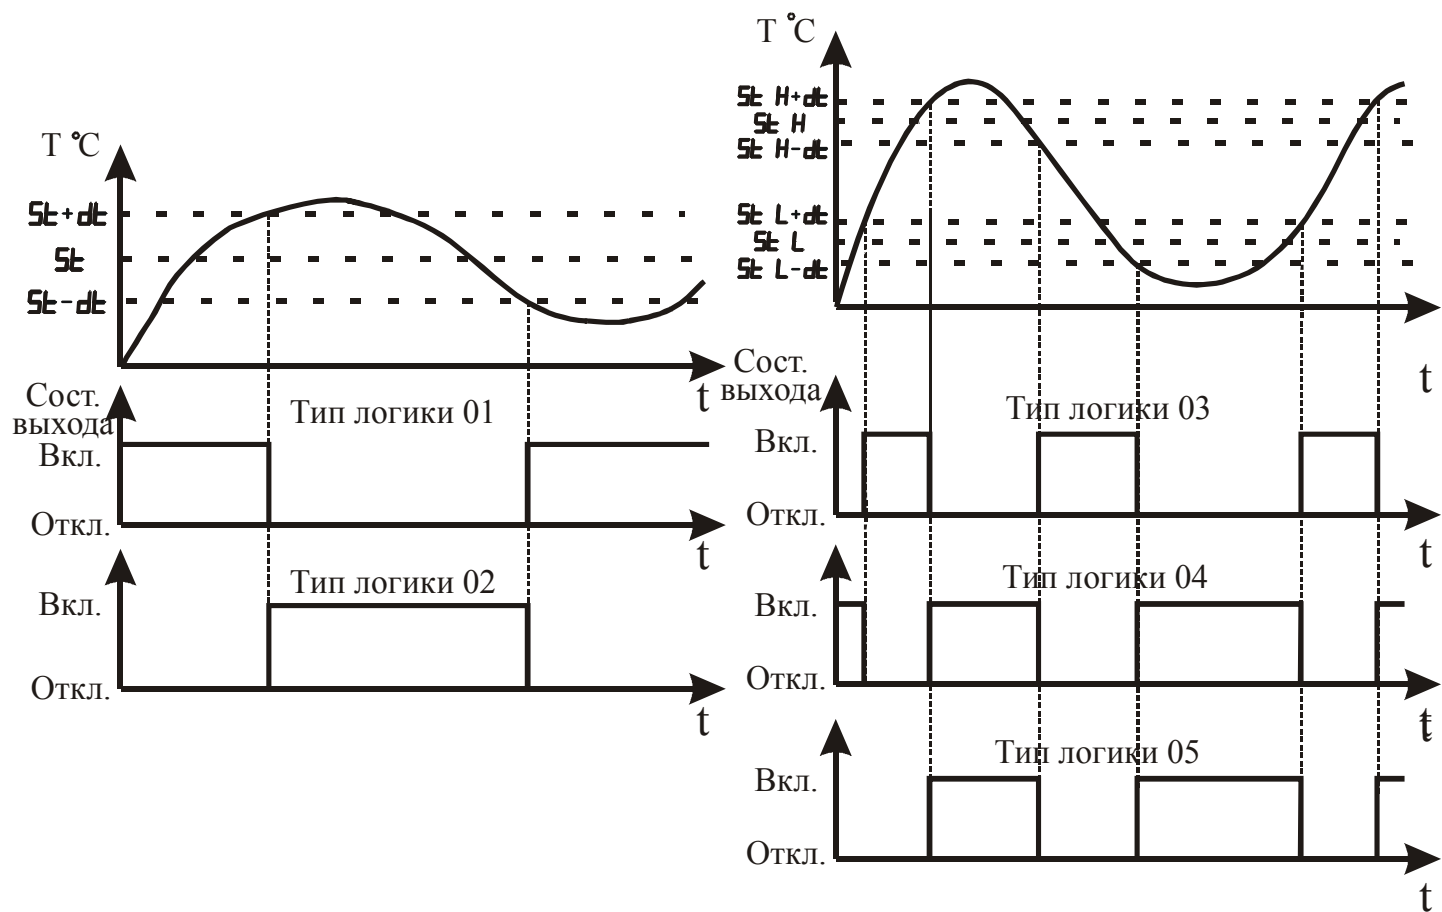

Рисунок 3.16 – Графическое представление типов логики работы выхода
3.3.3.9 Параметр “Тип логики работы прибора” определяет алгоритм управления исполнительным устройством (см. рисунок 3.16).
Тип логики “05” (модернизированная “U”-образная), в основном, аналогичен типу логики 04. Отличие состоит в том, что работа выходного устройства разрешается только после первого превышения регулируемой температурой значения $St\ H + dt$ (см. рисунок 3.16).